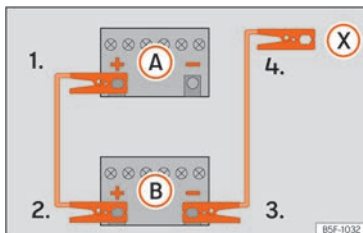

Fig. 77 Schema elettrico per i veicoli non dotati di sistema Start-Stop.
2. Collegare un'estremità del cavo di emergenza rosso al polo positivo (+) del veicolo con la batteria scarica (A) » » » fig. 77.
3. Collegare l'altra estremità del cavo di emergenza rosso al polo positivo (+) della batteria che fornisce la corrente (B).
- 4a. *Nei veicoli senza sistema Start/Stop:* collegare un'estremità del cavo nero di emergenza al polo negativo (-) del veicolo che eroga la corrente (B) » » » fig. 77.